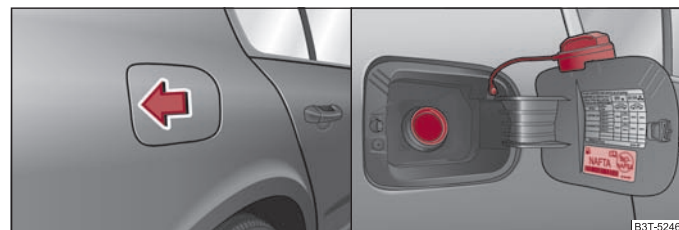

Fig. 11 Parte trasera del vehículo, lado derecho: Abrir la tapa del depósito / tapa del depósito con el tapón desenroscado
- Para abrir la tapa del depósito, presionarla por el lado izquierdo en la sección central ⇒ fig. 11 - lado izquierdo.
- Desenroscar hacia la izquierda el tapón de cierre del depósito y colocarlo por arriba en la tapa del depósito ⇒ fig. 11 - lado derecho.